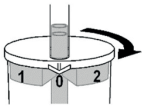

Abb. 2
3. Aby uzyskać normalne ssanie, należy obracać słóik, aż strzałka na pokrywie będzie wskazywać pozycję otwartą ("0") (Rys. 2)